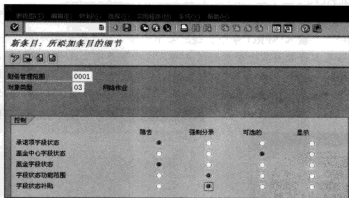

图 5-208 新增分配的“对象类型”
STEP 2 单击“新条目”按钮, 可以根据“财务管理范围”重新定义新的分配对象, 如图 5-208 所示。